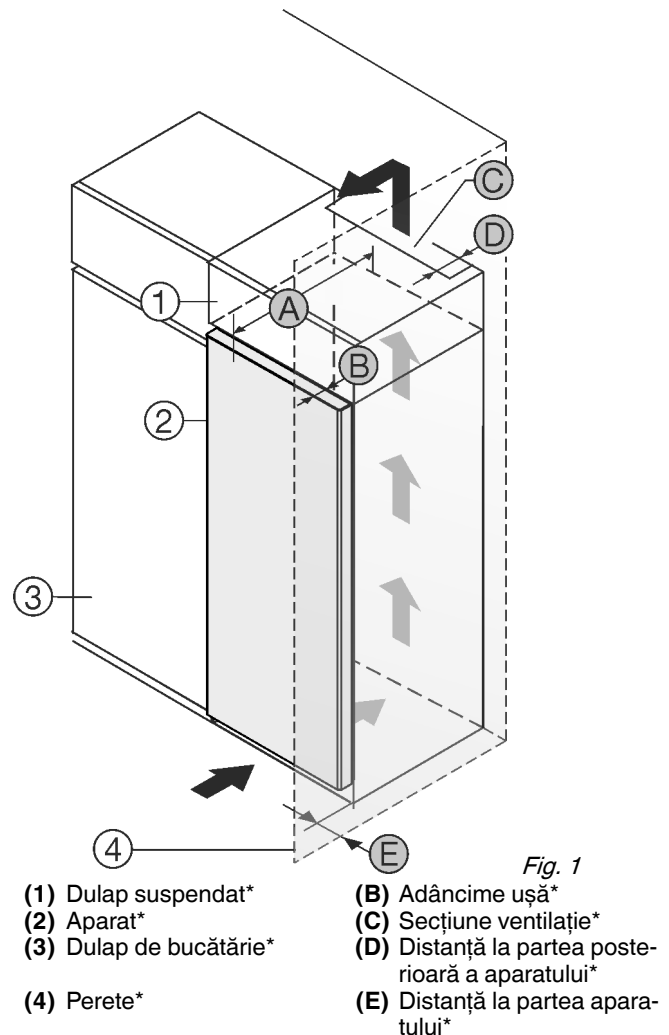

Fig. 1
Amplasați aparatul direct lângă dulapul de bucătărie Fig. 1 (3).
În partea din spate a dulapului suspendat trebuie să existe o fantă de aerisire cu grosimea Fig. 1 (D) pe toată lățimea dulapului suspendat.
Sub tavanul încăperii trebuie să fie respectată secțiunea de ventilație Fig. 1 (C).
Atunci când aparatul este montat cu balamalele lângă un perete Fig. 1 (4), distanța dintre aparat și perete trebuie să fie de minimum 46 mm. Această valoare corespunde proeminenței mânerului cu ușa deschisă.*
Pentru a putea deschide complet ușa, aparatul trebuie să fie proeminent cu cel puțin adâncimea ușii Fig. 1 (B) față de suprafața frontală a dulapului de bucătărie. În funcție de adâncimea dulapurilor de bucătărie Fig. 1 (3) și utilizarea distanțierelor de perete, aparatul poate ieși mai mult în afară.*